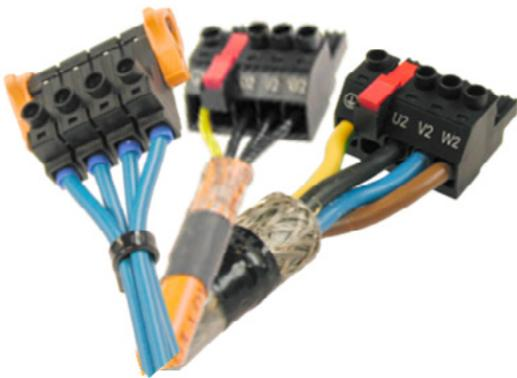
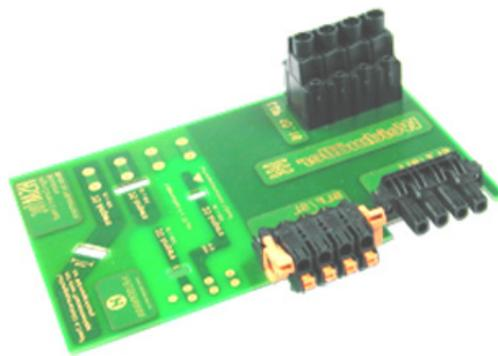

Abb. 9: Field Wiring (Feldverdrahtung)
Abb. 10: Factory Wiring (Fabrikverdrahtung)
- Abbildung 9: Field Wiring (Feldverdrahtung)
- Abbildung 10: Factory Wiring (Fabrikverdrahtung)
Bei der Geräteentwicklung ist die Norm UL 1059 hinsichtlich der Wahl der geeigneten Geräteanschlussstechnik wenig aufschlussreich. Hier kommen Ausnahmeregelungen wie UL 508(C) (für Industrial Control Equipment) oder UL 840 zur Geltung. Für die Zertifizierung der Anschlussstechnik eines Geräts relevant ist die Unterscheidung zwischen Field und Factory Wiring (Feld- vs. Fabrikverdrahtung). Zur Feldverdrahtung (Abb. 9) gehören Stecker und Klemmen mit Kabel oder Leitung zum Anschluss von Feldkomponenten, die auch Laien bedienen können. Diese Komponenten werden gemäß UL 1059 zertifiziert. Factory Wiring Komponenten (Abb. 10) werden unter Fabrikbedingungen in ein Endgerät eingebaut. Bauteile der Fabrikverdrahtung sind etwa Steckverbinder, die während der Geräteherstellung durch Befestigen und Verdrahten oder Lötén auf einer Leiterplatte in ein Gerät eingebaut werden. Für sie gelten die weniger strengen Gerätenormen UL 508(C) und UL 840.